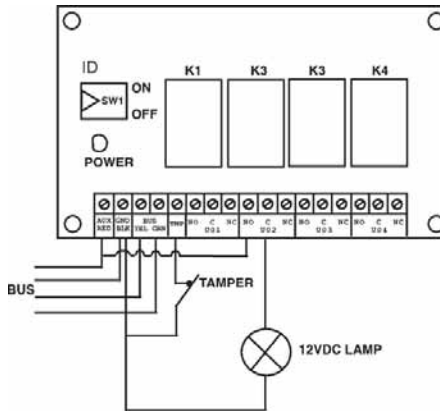

Figure 3-4: Module de sortie SP4 (avec un exemple de câblage SP2)
- a. UO4 – Relais (veuillez consulter la Figure 2-8 Câblage UO1 pour un accessoire autoalimenté et la Figure 3-4)